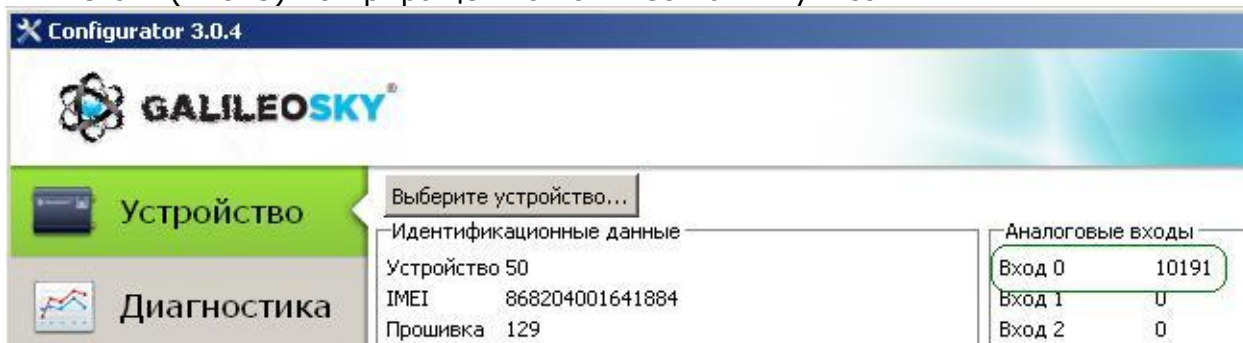

Рисунок 3
3.1.2. Правильность настройки терминала и подключения датчика проверить на вкладке Устройство в сервисной программе терминала Configurator 3.0.4 (Рис. 3) по приращению количества импульсов: